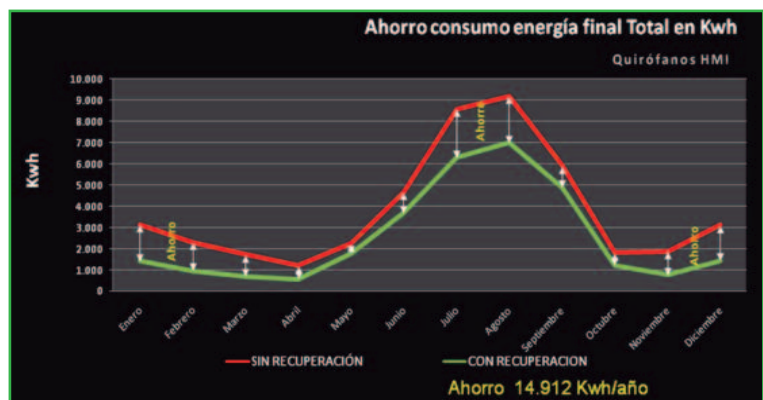

Figura 5.
**4.- Quirófanos 3-4 (figura 5):**